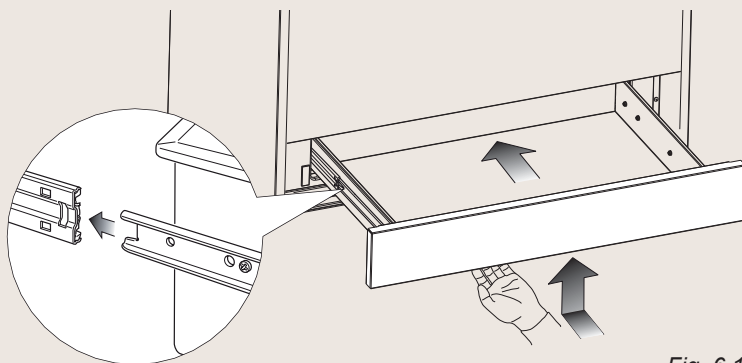

Fig. 6.10c
1. Insérez les glissières du tiroir dans les glissières de la cuisinière (fig. 6.10c).